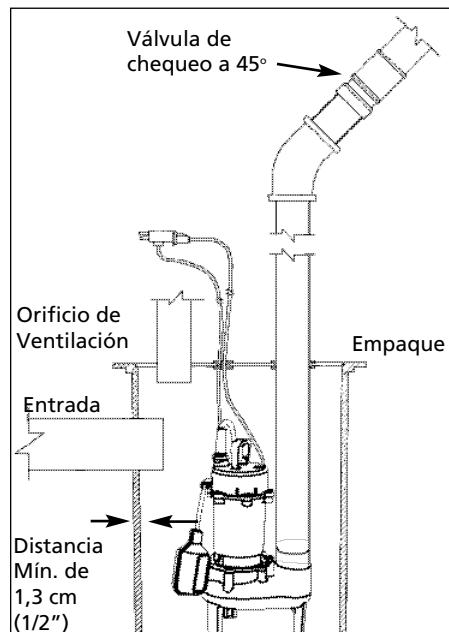

Figura 3 - Piletas Prefabricadas
6. Esta bomba tiene un interruptor/ flotante desmontable con un enchufe incorporado (vea la Figura 3). La longitud del cordón entre el flotante y la abrazadera no debe ser menos de 8,25 cm (3-1/4") de pulgadas y no se debe usar en una piletilla de menos de 35,6 cm (14") de diámetro.